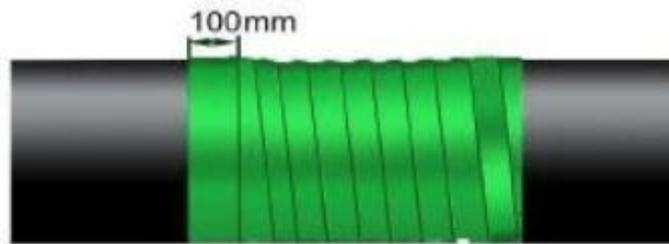

图6
④从一端开始，保持轻柔的张力螺旋缠绕防腐胶带，缠绕过程中保持胶带平整，按照搭接线的提示进行搭接，边缠绕边用力按压胶带搭接部位，使搭接部位平整、密封良好，持续缠绕直到另一端，结束部位原位缠绕一周，如图6所示。